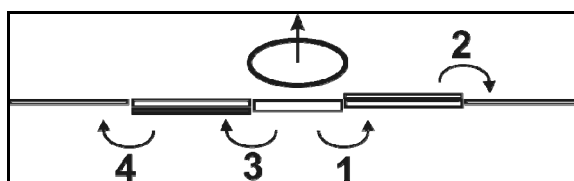

Fig. 74
Respectez l'ordre indiqué sur la figure ci-contre (Fig. 74) pour le dépliage de la rampe. Le repliage s'effectue dans l'ordre inverse !
2. Dépliez le tronçon droit de la rampe (Fig. 74/1,2).
3. Dépliez le tronçon gauche de la rampe (Fig. 74/3,4).